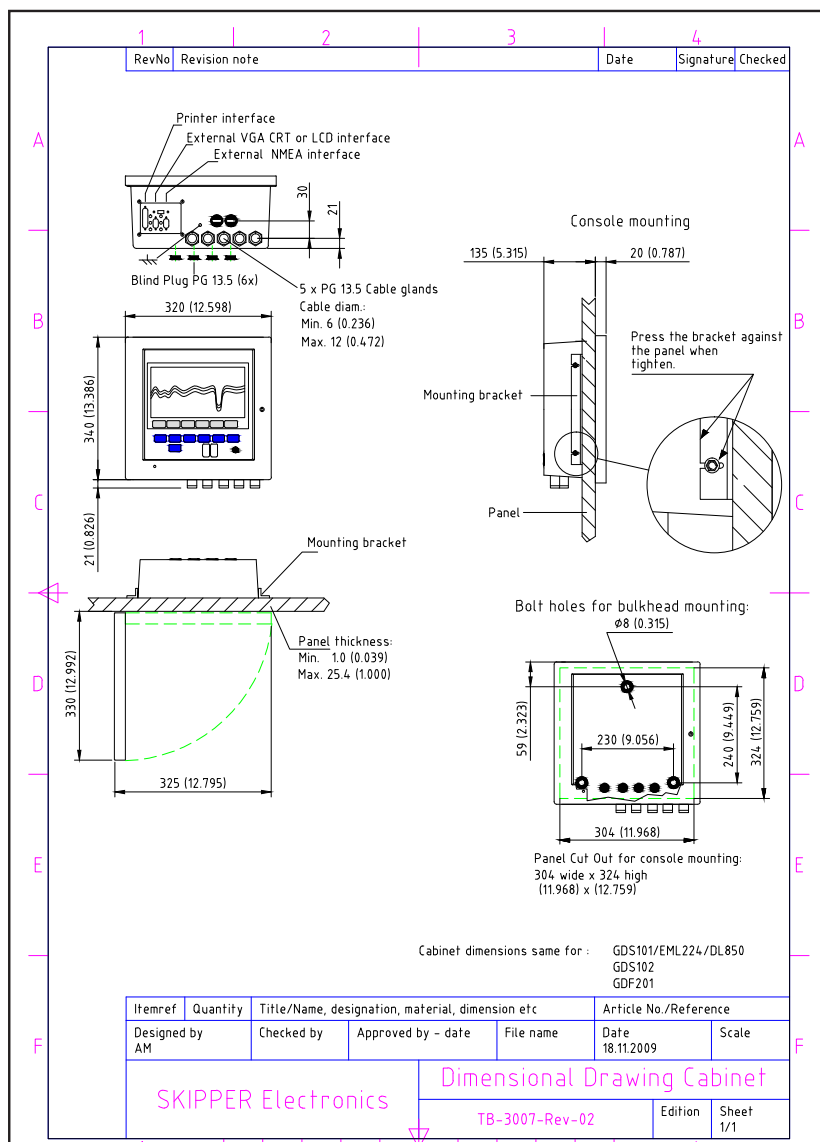

Fig 10.2. Operatørenhetens dimensjoner.
- Operatørenheten kan monteres innfelt i et panel eller direkte på et skott. Fig. 10.2 viser operatør enhetens dimensjoner.